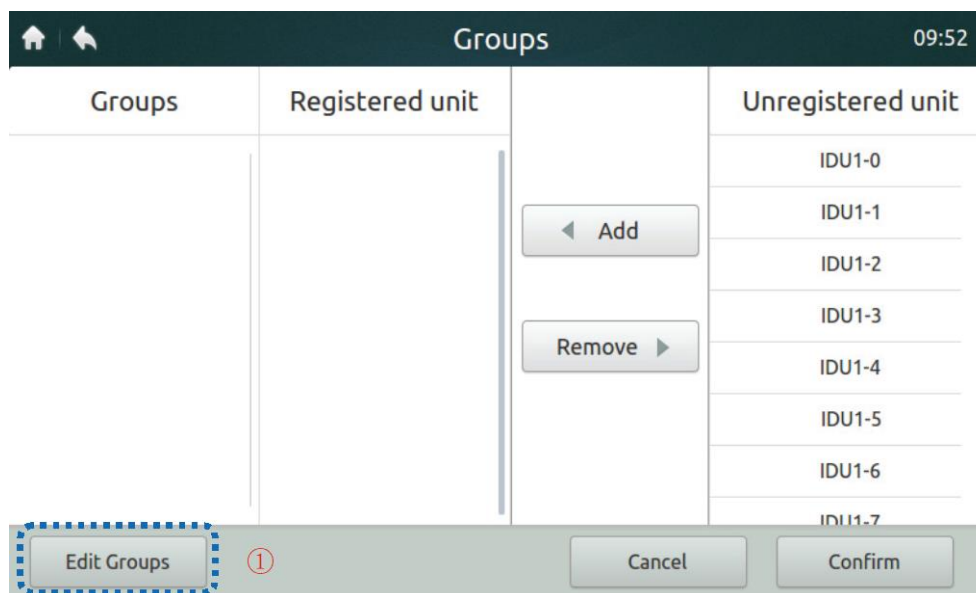
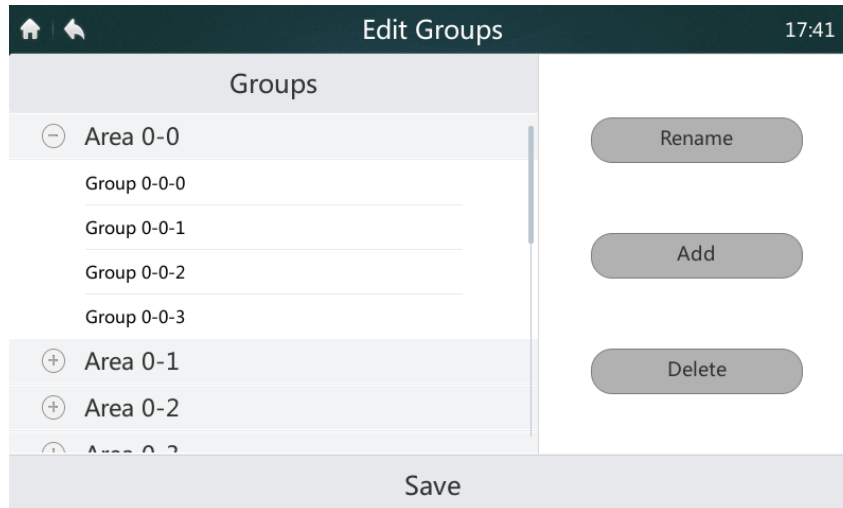

Figura 38: Página de inicio 1 de la página Groups (Grupos)
Figura 39: Editar grupos
1. Haga clic en el botón "Groups" (Grupos) marcado como "2" en la figura 35 para pasar a la página de visualización de grupos que se muestra en la figura 38. La figura 38 muestra la interfaz cuando no se ha creado ningún grupo.
2. Cree un grupo primero. Haga clic en el botón “Edit Groups” (Editar grupos) marcado como “1” en la figura 38 para pasar a la interfaz que se muestra en la figura 39.
3. Los grupos se pueden dividir en dos niveles (por ejemplo, nivel 1 - Ubicación; nivel 2 - Grupo). Se pueden crear hasta 10 grupos en el nivel 1. Se pueden crear hasta 5 grupos en el nivel 2. Haga clic en el botón “Add” (Añadir), como se muestra en la figura 38, para añadir un grupo de primer nivel de forma estándar. Haga clic para seleccionar un grupo de primer nivel. Haga clic en el botón “Add” (Añadir) para añadir un grupo de segundo nivel. Para eliminar un grupo, seleccione el grupo requerido y haga clic en “Delete” (Borrar).
4. Para editar el nombre del grupo, seleccione el grupo y haga clic en “Rename” (Cambiar nombre) como se muestra en la figura 39.
5. Haga clic en el botón “Save” (Guardar) en la parte inferior de la página para guardar la información editada como se muestra en la figura 39.